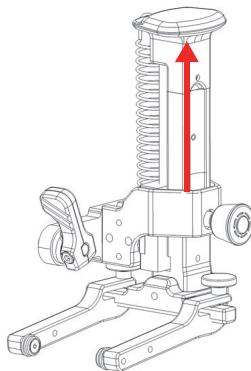

图 3-4 将导轨滑动到锁定位置
9. 为了方便安装, 可将探头托架提起来, 方法是向上滑动弹簧加载臂 (SLA) 导轨, 使其到达锁定位置 (参见第71页的图 3-4)。